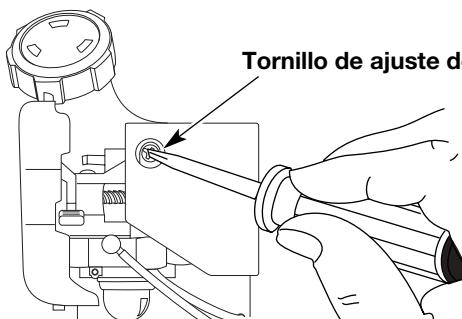

Fig. 61
La velocidad mínima del motor puede ser ajustada. Puede tener acceso al tornillo de ajuste de mínima a través de un orificio en la parte superior de la cubierta del motor (Fig. 61).
- Suelte el gatillo del regulador y deje que el motor funcione en mínima. Si el motor se para, inserte un destornillador Phillips pequeño o un destornillador de vástago plano en el orificio de la cubierta del motor (Fig. 61). Gire el tornillo de mínima hacia adentro, en sentido horario, de a 1/8 de vuelta por vez (según sea necesario) hasta que el motor funcione en mínima suavemente.